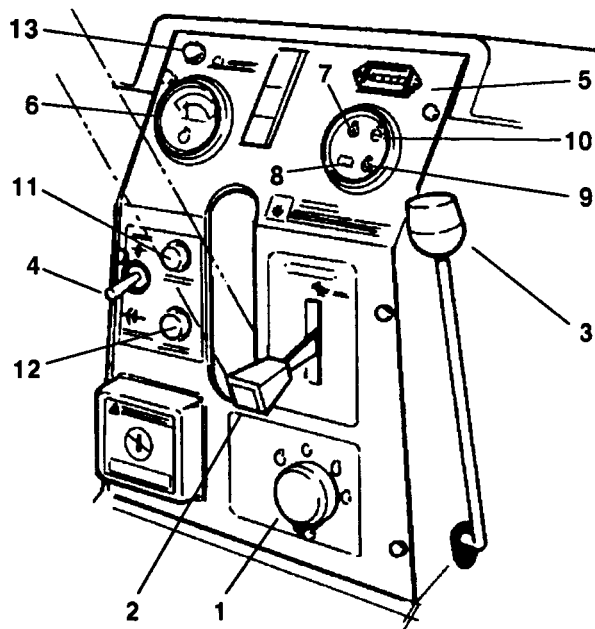

Fig. 12 (Dieselmodeller)
Dieselm modeller (Fig. 12)—Tændingskontakten bruges til at starte, standse og forvarme motoren. Den har fire stillinger: AFBRUDT (OFF), TILSLUTTET (ON), START og GLØDERØR (FORVARMNING) (GLOW PLUGS (PREHEAT)).
Gashåndtag (Fig. 12 og 13)—Gashåndtaget anvendes til at indstille motoren på forskellige hastigheder. Når gashåndtaget føres opad, øges motorens omdrejningstal. Når det føres nedad, mindskes motorens omdrejningstal. Gashåndtaget regulerer hastigheden af klippeenhedens
Løftehåndtag til klippeenheder (Fig. 12 & 13)—Løftehåndtaget har tre stillinger: SÆNK (LOWER), LØFT (RAISE) og NEUTRAL (FRISTILLING). Klippeenhederne sænkes ned på jorden ved at føre løftehåndtaget fremad.
Kontakt for tilkobling af klippeenheder (Fig. 12 & 13)—Kontakten har to stillinger: TILKOBLET (ENGAGE) og FRAKOBLET (DISENGAGE). Kontakten tilkobler den elektromagnetiske kobling for at aktivere klippeenhederne. En gul lampe på instrumentbrættet viser, når knivcylindrene drejer. Træk kontaktarmen ud for at gå fra frakoblet til tilkoblet.
Timetæller (Fig. 12 & 13)—Registrerer det totale antal timer, maskinen har været i brug. Timetælleren starter, når tændingsnøglen drejes til TILSLUTTET (ON).
Sikringsholdere (Fig. 12 & 13)—En sikring udskiftes ved at dreje knappen mod uret og fjerne sikringen fra holderen. Monter sikringen, sæt knappen i og drej den med uret for at fastgøre den i panelet.
Dieselmodeller: Temperaturmåler (Fig. 12)—Registrerer kølevæsketemperaturen i systemet.
Dieselmodeller: Olietryksskruelampe (Fig. 12)—Lyser, hvis motorens olietryk falder under et sikkert niveau.
Dieselmodeller: Vandtemperaturlampe (Fig. 12)—Lampen lyser og motoren standser automatisk, når motorens kølevæsketemperatur bliver for høj.
Dieselmodeller: Gløderørskontrollampe (Fig. 12)—Kontrollampen lyser, når gløderørene er aktiverede.
Parkeringsbremse (Figures 12 & 13)—Hver gang motoren standses, skal parkeringsbremsen aktiveres for at forhindre utilsigtet bevægelse af maskinen. Parkeringsbremsen aktiveres ved at trække håndtaget bagud.